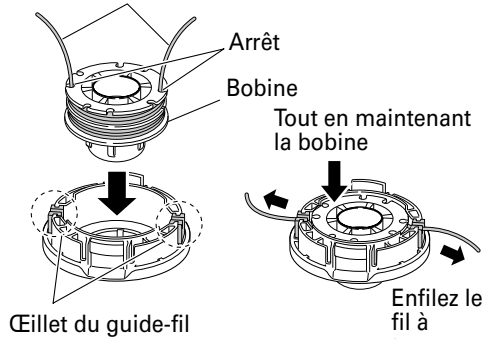

Fig. 28
- (6) Alignez l'emplacement de l'arrêt avec l'œillet du guide-fil, puis insérez le bouton à travers le châssis. Relâchez le fil de l'arrêt tout en tenant légèrement la bobine, puis enfillez le fil à travers l'œillet du guide-fil. (Fig. 28)